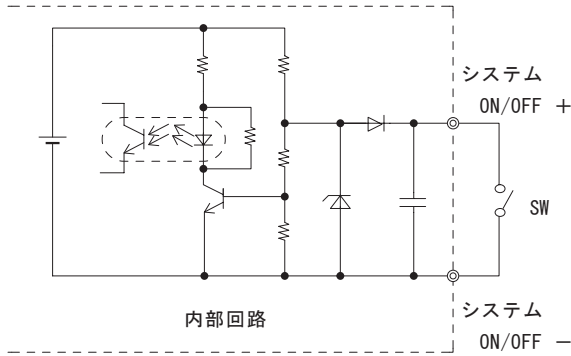

図1.4 システムON/OFF接続例
- システムON/OFF端子（SCHA10000T：CN7,8 SCDA10000T：CN5,6）を用いることで、出力電圧のオンオフ制御及び、リモートシグナルON/OFF（1.9「リモートシグナルON/OFF」参照）の制御が可能です。仕様を表1.1、接続例を図1.4に示します。システムON/OFFの端子配列は、フロントパネル詳細図をご参照ください。